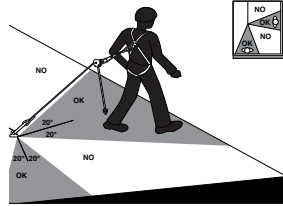

Fig 4
14. Les Stopfor™ K, KS, KM, KSM, B, BS, BM, BSM doivent être utilisés sur un support d'assurage vertical ou faisant avec la verticale un angle maximum de 30°. Ils peuvent être utilisés en position horizontale pour travailler en terrasse avec un angle maximum de 20° par rapport à l'arête de la toiture terrasse (voir figure 4, page 2).